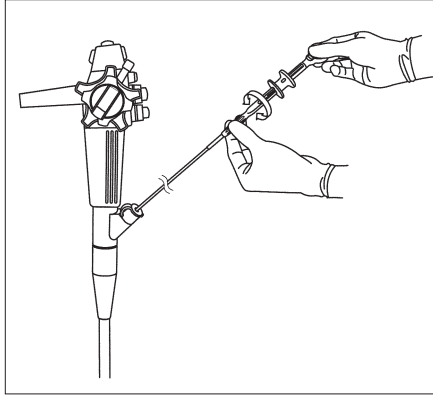

Рис. 3.10
- При отсутствии плавности вращения клипса максимально выпрямите часть вводимой трубки, выступающую из отверстия канала для щипцов, и повторно поверните ручку механизма вращения клипса (см. рис. 3.10).